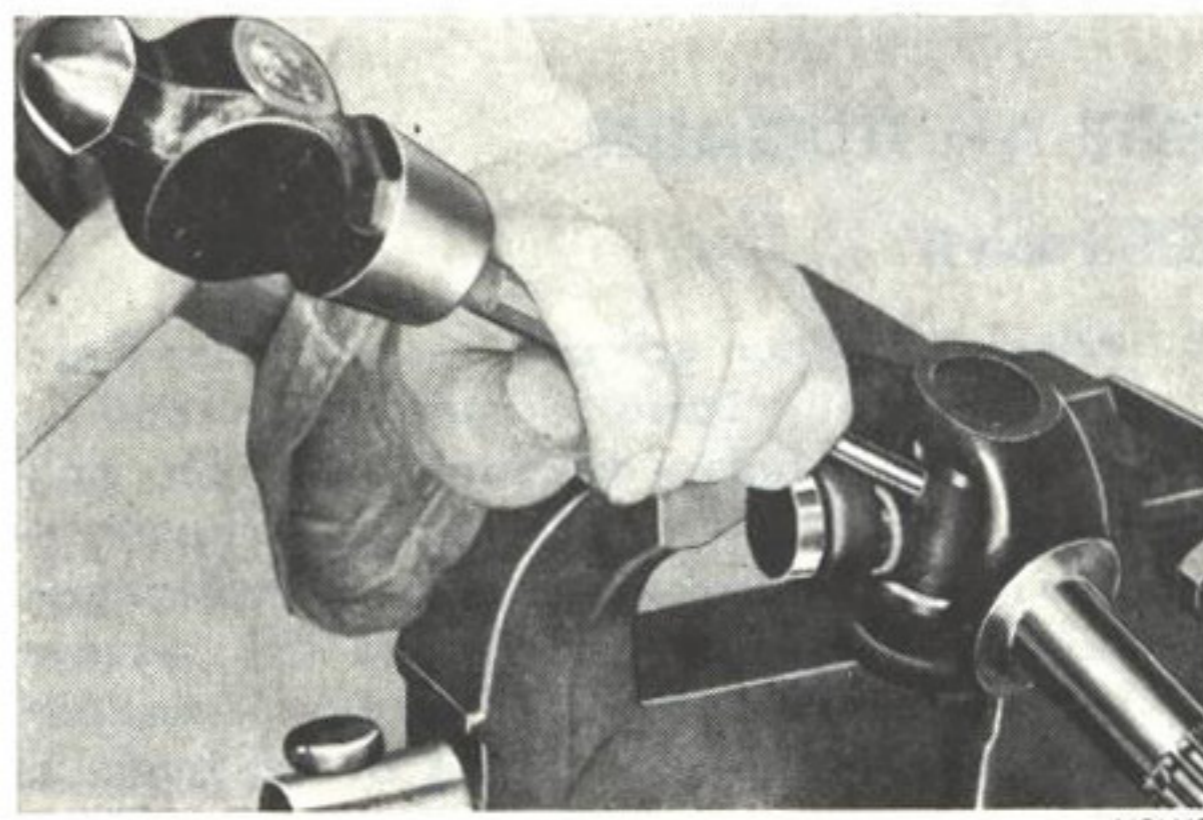

Bild 9. Demontering av axelkors, I
4. Driv därefter på samma sätt axelkorset så långt det går åt motsatta hållet, se bild 9.